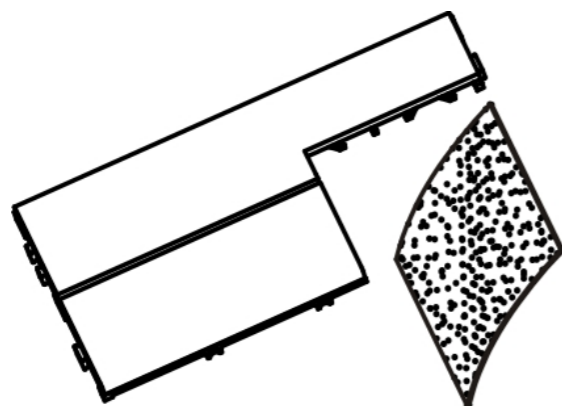

Bild 15
④ Ta golvplattan och slippa ner de kapade kanterna så att de blir släta, så som visas på bild 15.